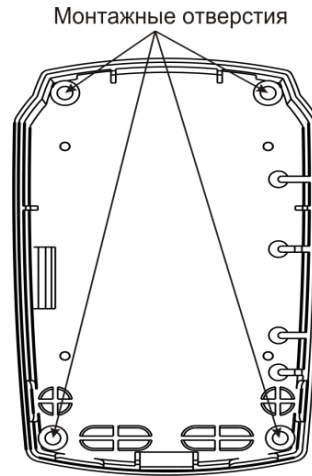

Рисунок 11.5
- выдавить отверткой заглушки монтажных отверстий и отверстий для ввода проводов в основании маршрутизатора 8845 (рисунок 11.5):